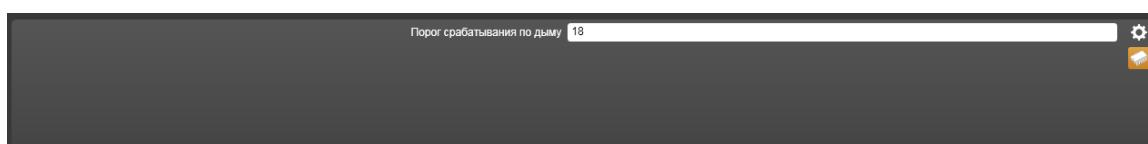

Рисунок 14.14.20 – Свойства Пожарного дымового извещателя ИП 212-64
6) **Пожарный дымовой извещатель ИП 212-64 (ИП-64)** (Рисунок 14.14.20).